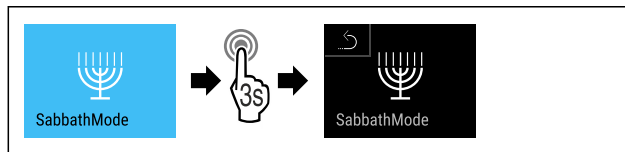

Fig. 72
- ▶ Obavite korake postupka (pogledajte Fig. 72) .